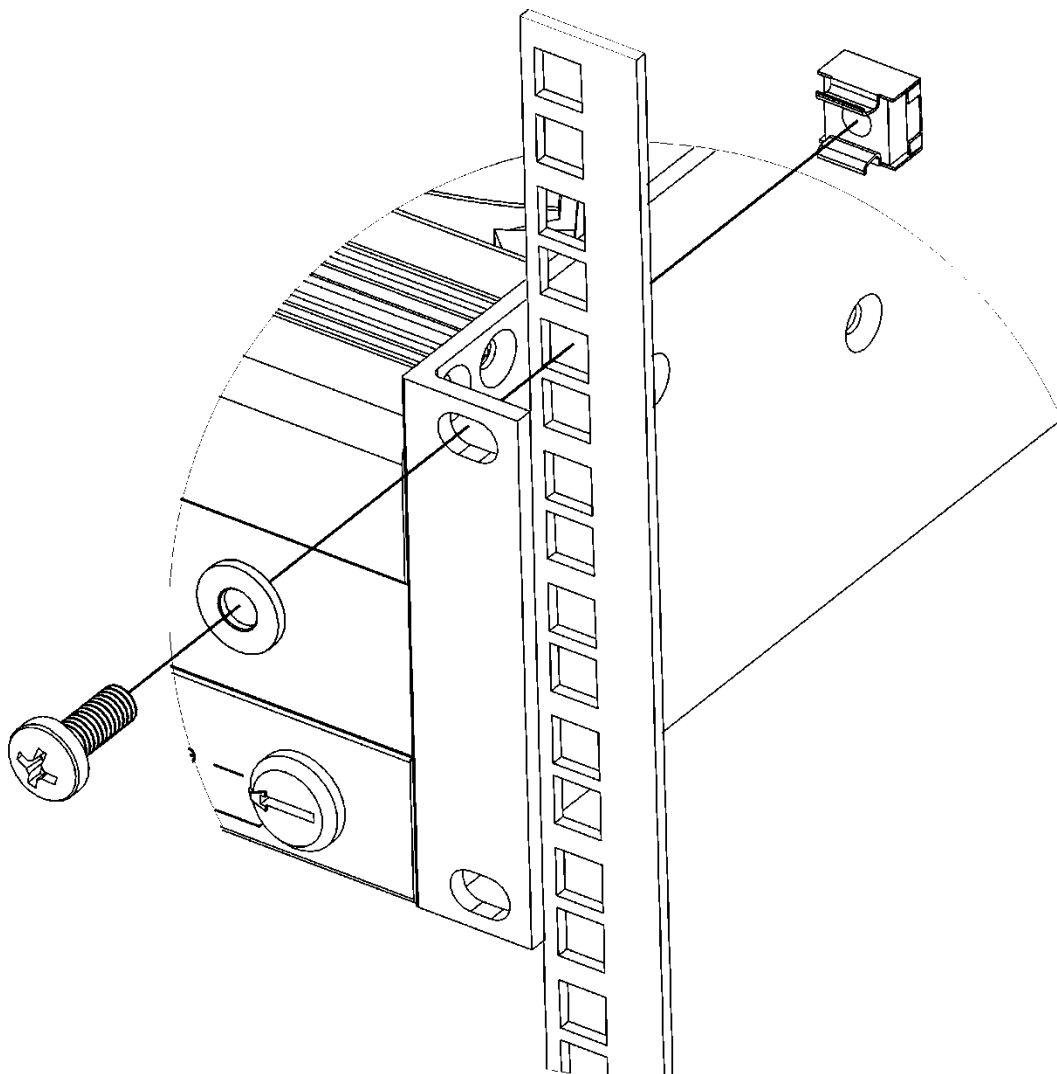

Bild 12: Befestigung des 19-Zoll-Systemlüfters
3. Systemlüfter an allen vier Langlöchern befestigen, siehe Bild 12 unten.